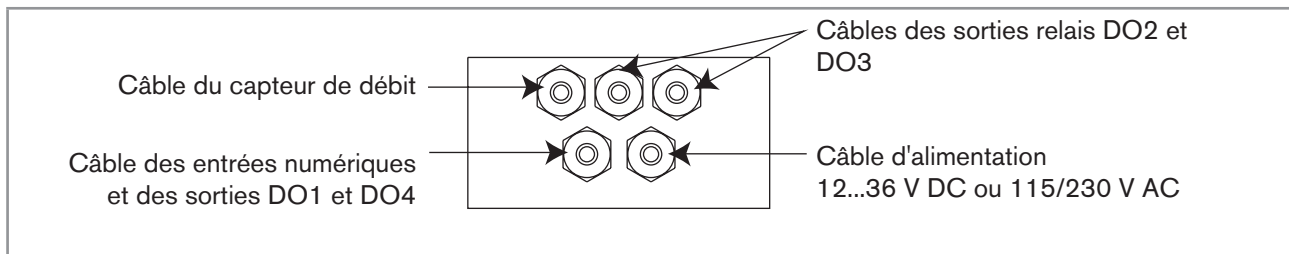

Fig. 31 : Utilisation des presse-étoupes d'une version murale
- Insérer chaque câble dans un écrou puis dans le presse-étoupes, en veillant à utiliser les presse-étoupes comme indiqué dans la Fig. 31.